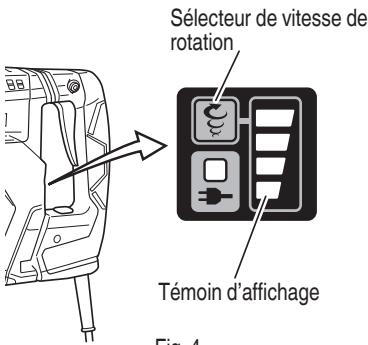

Fig. 4
8. Réglage du nombre de rotations et de percussion (Fig.4)